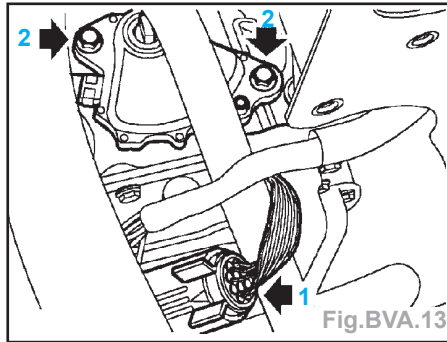

Fig.BVA.13
- Dégager la fiche multibroches (flèche 1) du faisceau du contacteur d'empêchement de l'attache sur le carter de liquide et débrancher la fiche (Fig.BVA.13).